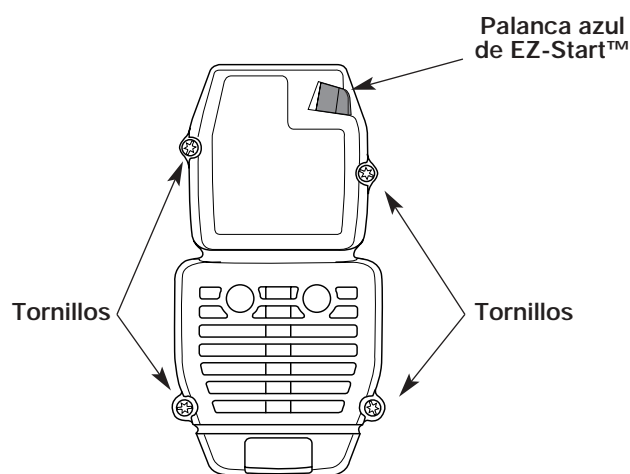

Fig. 26
1. Saque los cuatro (4) tornillos que sostienen la cubierta del silenciador / filtro de aire (Fig. 26). Use un destornillador de broca Torx N° T20.
2. Inserte los cuatro (4) tornillos en los orificios de la cubierta del silenciador / filtro de aire (Fig. 26) y ajústelos. No los ajuste demasiado.